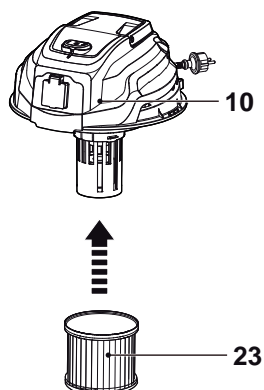
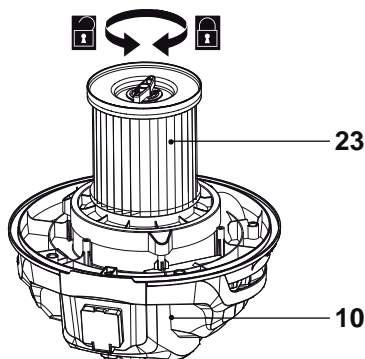

Fig. 8
Fig. 18
- > Monte el filtro de cartuchos (23) en la unidad del motor (10) (Fig. 8). Asegúrese de que el filtro encaja bien en su posición. Véase la Fig. 18.
Monte siempre el filtro de cartuchos (23) en la unidad del motor (10) para aspirar en seco (Fig. 18). Si utiliza el producto sin el filtro de cartuchos (23) puede dañar la unidad del motor.
- > Revise el filtro de cartuchos (23) periódicamente. Sustitúyalo por uno nuevo, si fuera necesario.
- > Lave el filtro de cartuchos (23) con frecuencia, con agua limpia, y deje que seque al aire. No espere a que el filtro esté totalmente sucio. Nosotros recomendamos que inspeccione el filtro cuando el producto no tenga una potencia de succión suficiente.